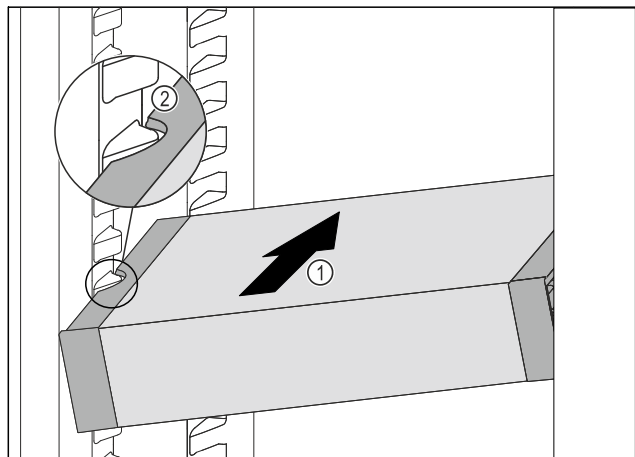

Fig. 196
- Insérer le VarioSafe en biais dans la partie réfrigérateur Fig. 196 (1) jusqu'à ce que les encoches latérales Fig. 196 (2) du VarioSafe se trouvent à la hauteur de la nervure du bac dans la partie réfrigérateur.